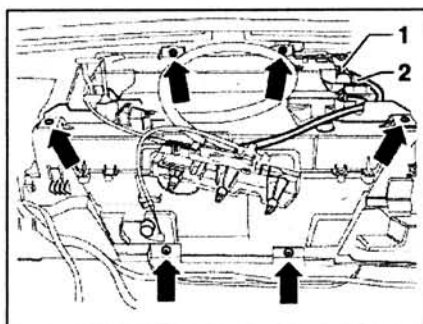

Рис. 8.66. Открутите болты крепления (стрелки) и снимите отопитель.
5. Открутите болты крепления (стрелки) и снимите отопитель (рис. 8.66).